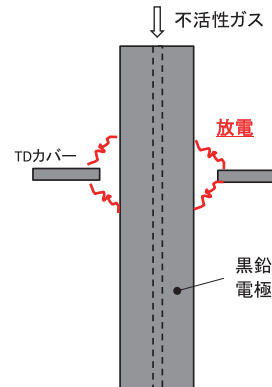

図3 黒鉛トーチ構造
3.2項の課題解決に向けた取り組みとして、2013年より電極を金属から黒鉛へ変更した黒鉛トーチの開発を進めてきました(図3)。電気炉で使用されている消耗型の黒鉛電極を使用することで、トーチ冷却の必要がなくなり、着熱効率の改善が可能となります。また電極を、金属から汎用的な黒鉛にすることで電極交換のコストを低減し、高出力操業への懸念がなくなります。